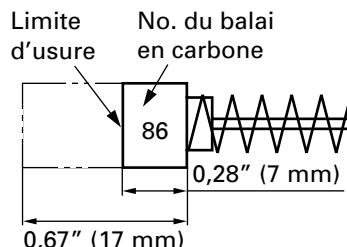

Fig. 7
## 3. Contrôle des balais en carbone (Fig. 7)
**REMARQUE:** Utiliser le balai en carbone HITACHI No. 86 indiqué sur la Fig. 7.